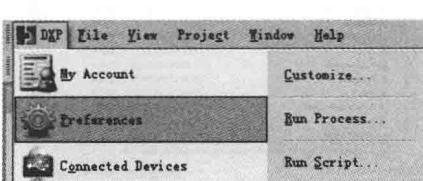
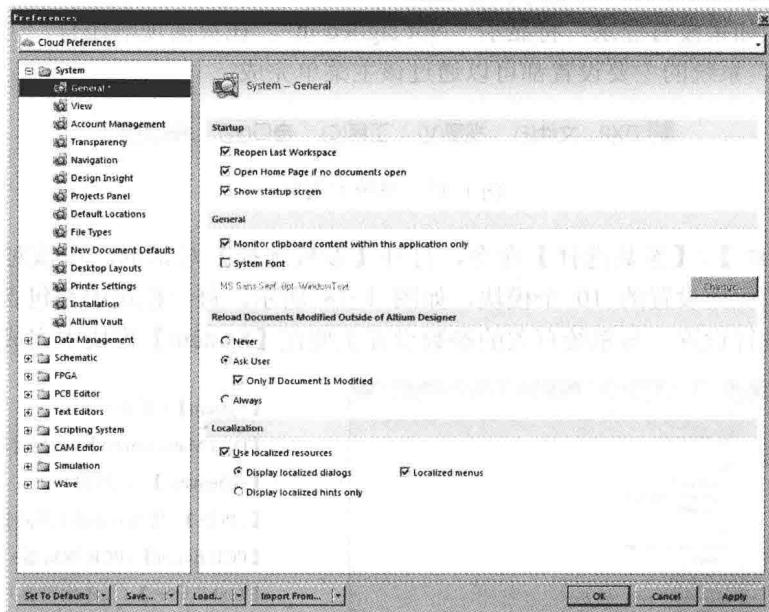

图 1-14 执行【Preferences】命令
图 1-15 【Preferences】对话框
(1) 在【开始】菜单栏中单击 Altium Designer 图标，启动 Altium Designer。
(2) 如图 1-14 所示，执行菜单命令【DXP】/【Preferences】，弹出【Preferences】对话框，如图 1-15 所示。